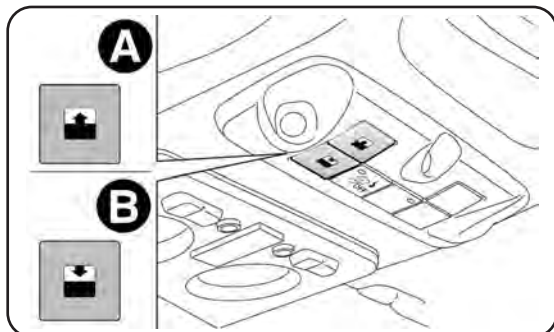

fig. 63
Pulse el botón A-fig. 63 y manténgalo pulsado: el panel de cristal delantero se colocará en posición "spoiler". Vuelva a pulsar el botón A y accione el mando durante medio segundo para mover el cristal del techo, que se colocará automáticamente en una posición intermedia (posición "Comfort").
- pulse el botón B-fig. 63 hasta que se cierre el techo. Suelte el botón;